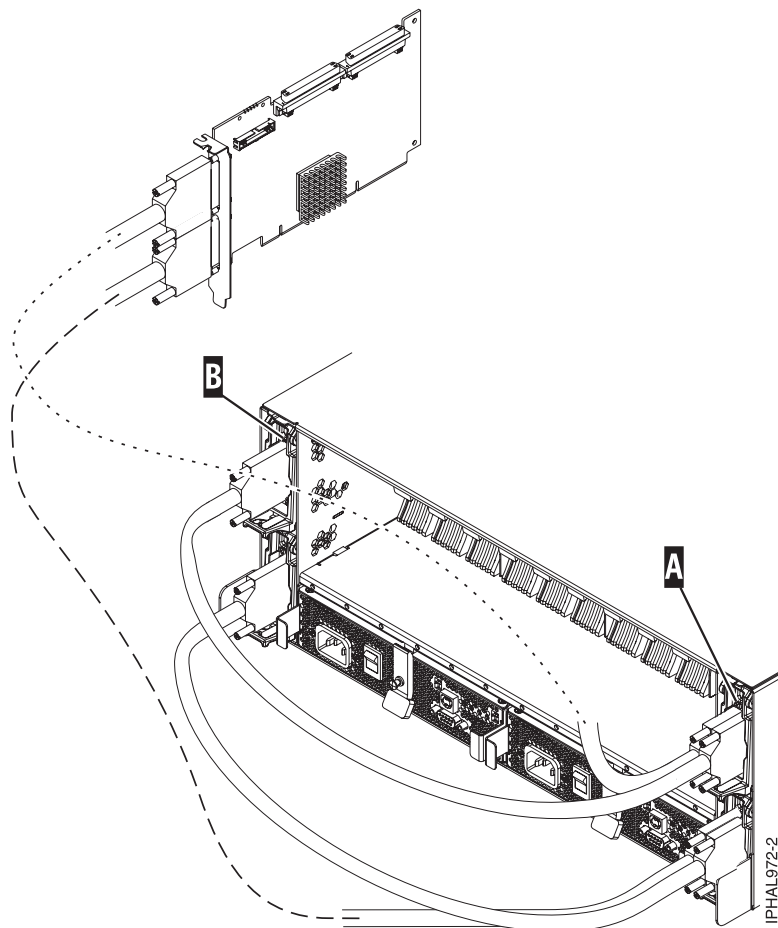

Figure 71. Câble SCSI reliant la carte répéteur double à la carte répéteur simple
- Si vous utilisez à la fois des cartes répéteurs simples et doubles, branchez un câble SCSI à la carte répéteur double A. Branchez ensuite la carte répéteur double A à la carte répéteur simple B en utilisant un autre câble SCSI. Pour plus d'informations, voir figure 71, à la page 75.